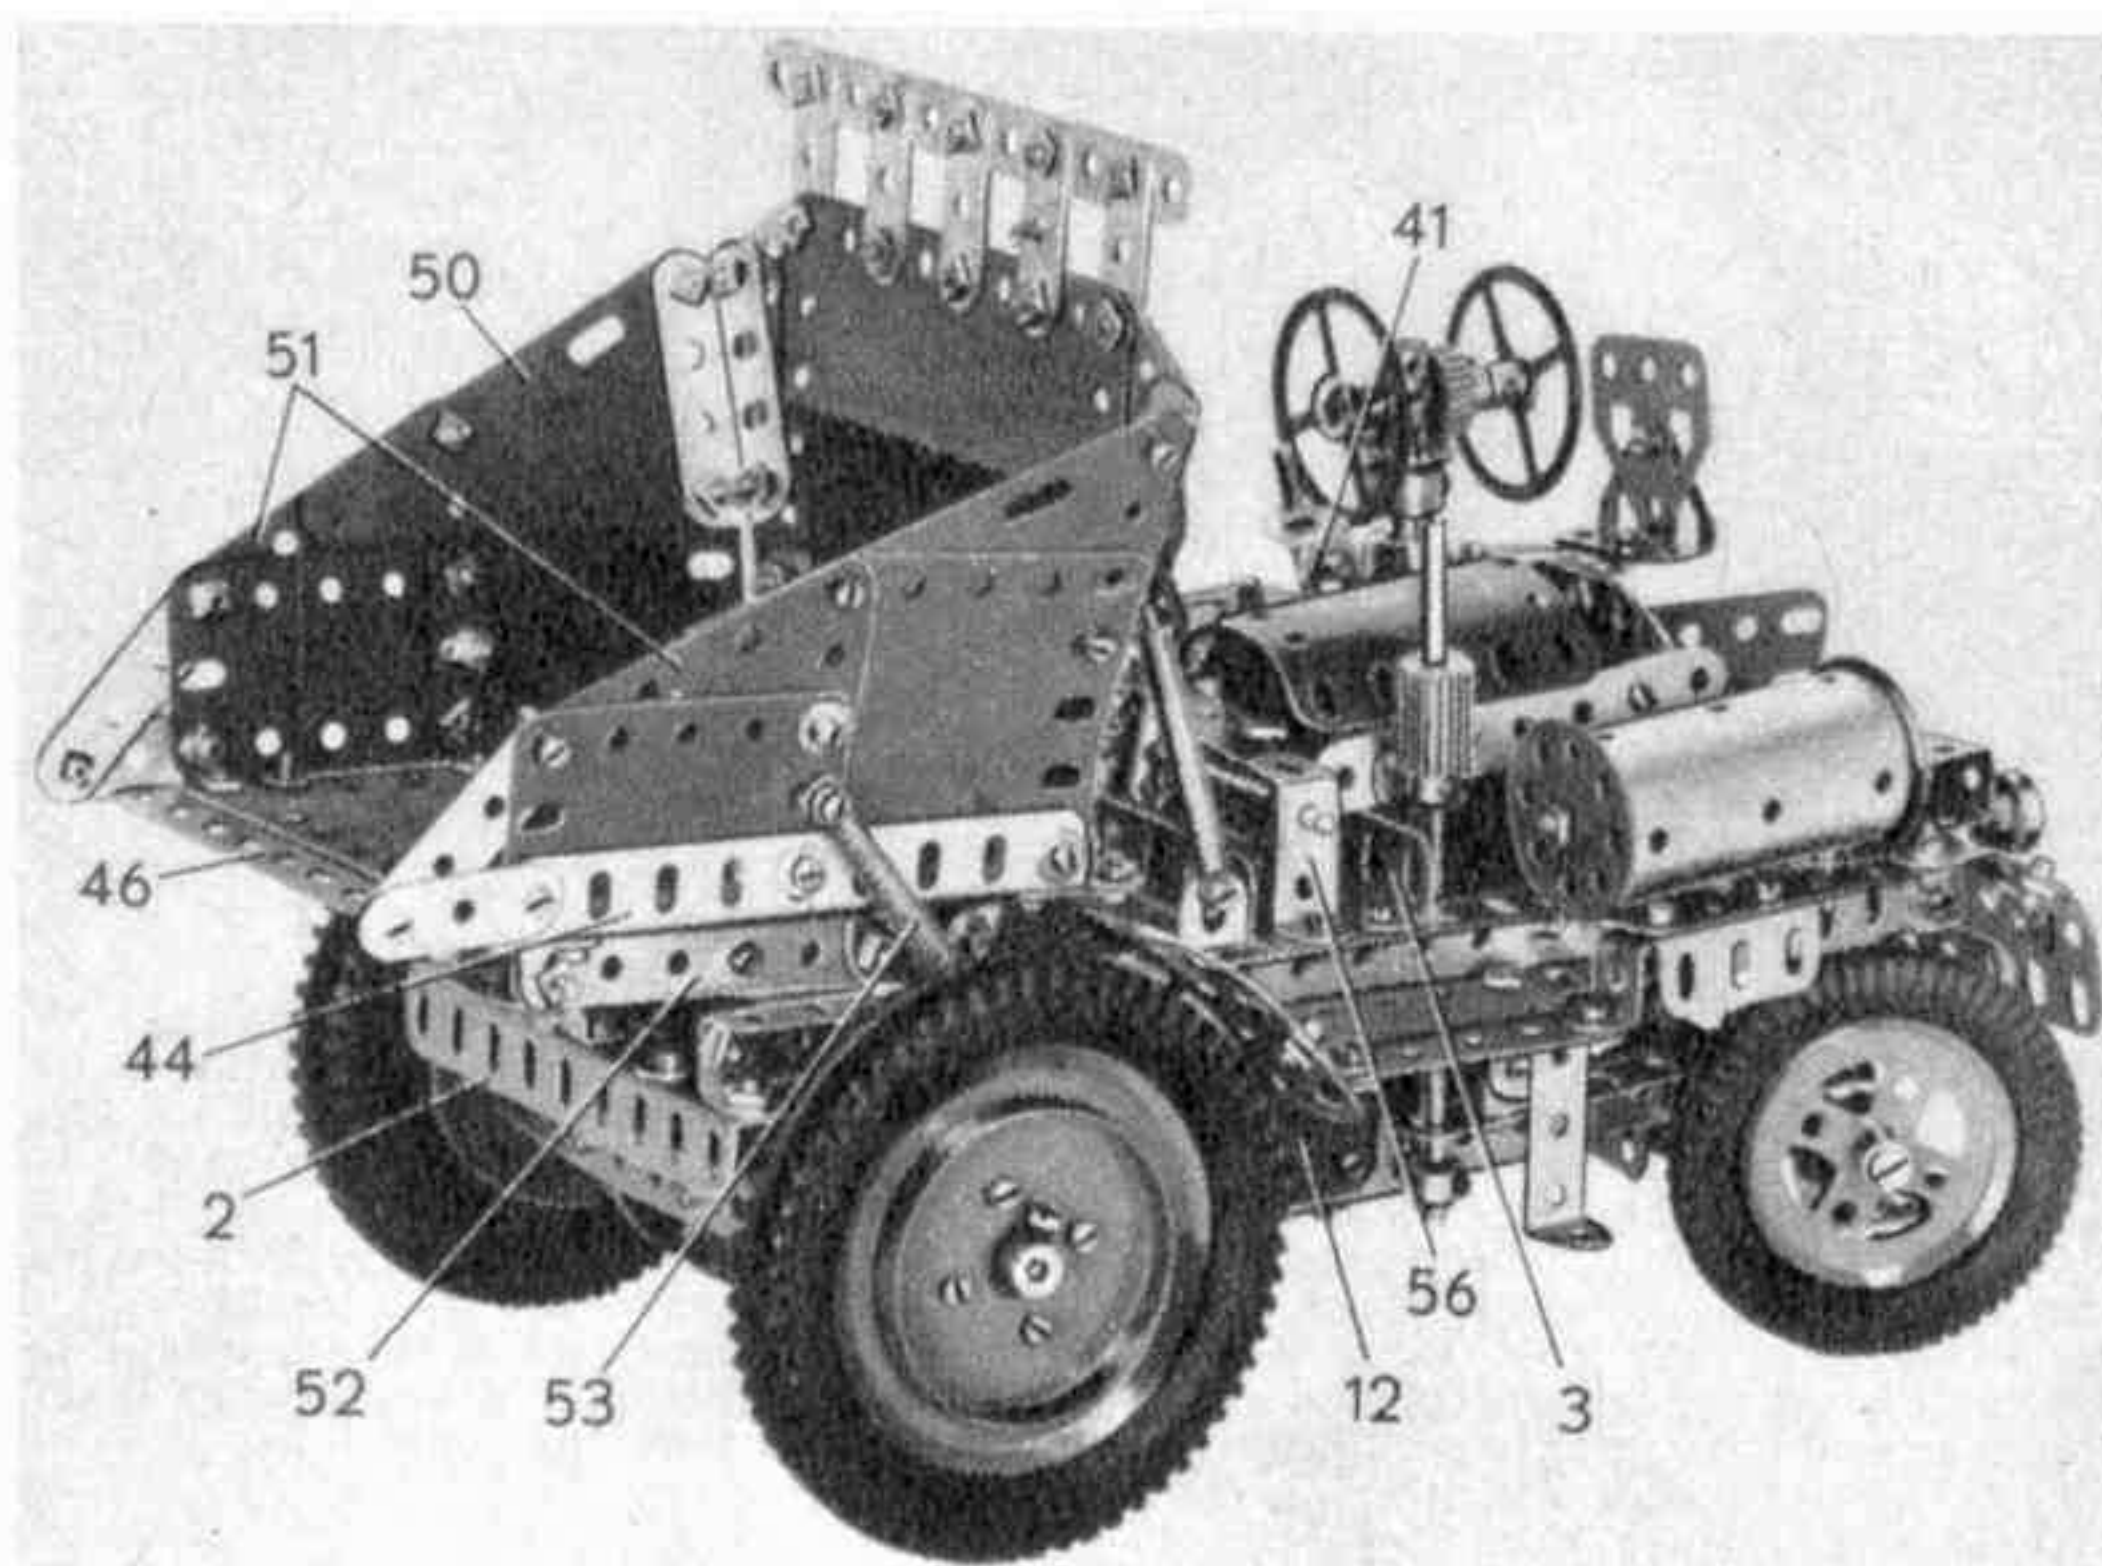

Fig. 1.
La figure 1 montre le crampon « armé », la figure 2 le montre déclenché par la charge qu'il va saisir.
de 9 trous (3) et (4) sont boulonnées sur le dessus des poutrelles (1), respectivement à 5 et 8 trous de leur extrémité arrière (fig. 1 et 2).